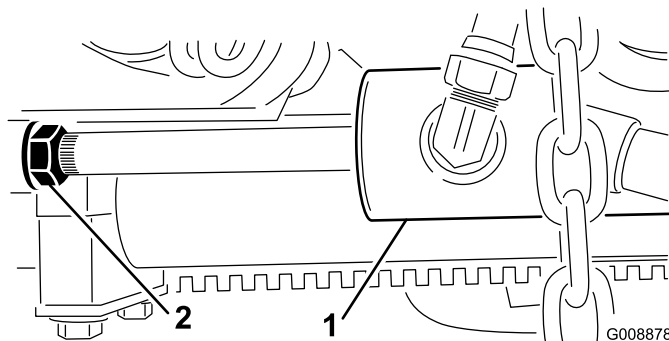

Рисунок 27
- Ослабьте затяжку контргайки на цилиндре (Рисунок 27).